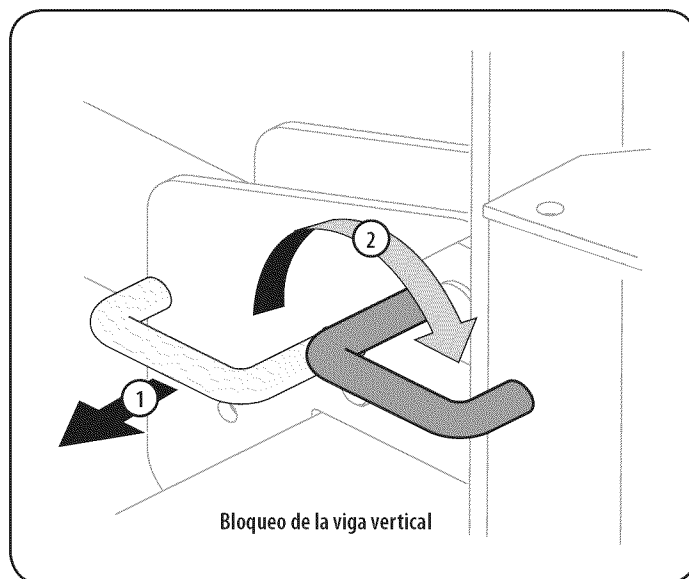

Figura 16
2. Para trabar la vigueta en posición vertical, tire del bloqueo de vigueta vertical hacia afuera y gírelo para ajustar la vigueta. Vea la Figura 16.